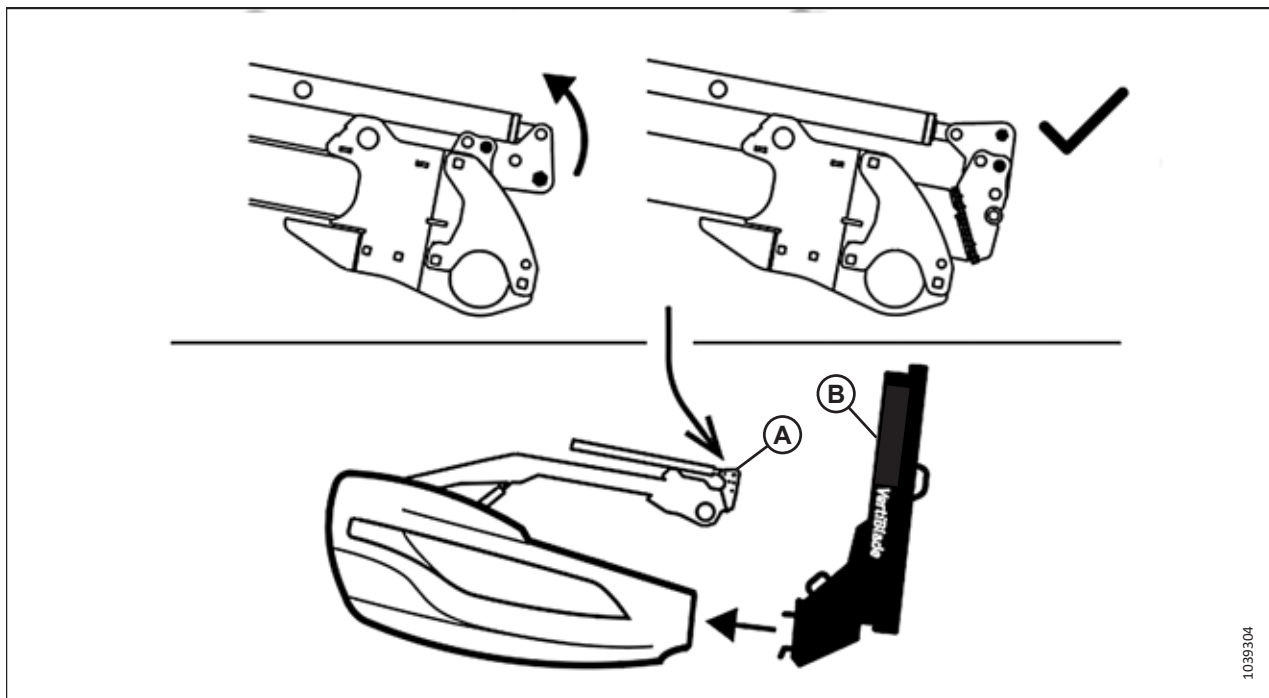

图 3.47: 安装了垂直割刀选件时的拨禾轮位置
为防止拨禾轮支承臂 (A) 和垂直割刀 (B) 之间接触，在安装垂直刀具之前，如图 3.47，页码 84 所示将拨禾轮前后移动油缸位置撤回。
3. 取下左侧端板上将多功能工具固定到托架上的发卡销 (A)。
4. 取下多功能工具 (B)。重新装上发卡销。